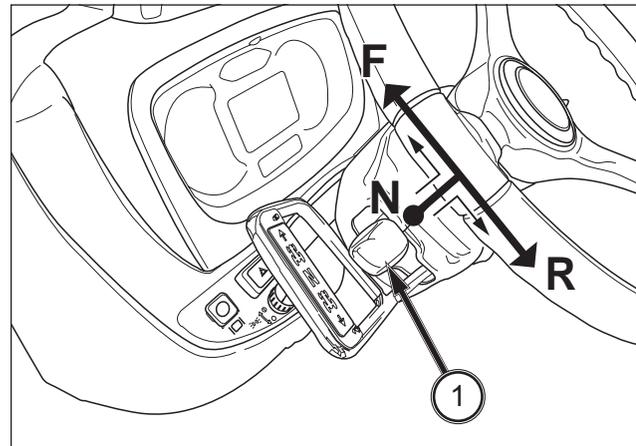

FIG. 60
**FIG. 60 :** Le levier (1) sur la colonne de direction, permet de sélectionner la marche avant ou la marche arrière. Placez le levier vers l'avant pour sélectionner la marche avant et ramenez-le en arrière pour la marche arrière. Ramenez le levier en position centrale neutre chaque fois que le tracteur est immobilisé.